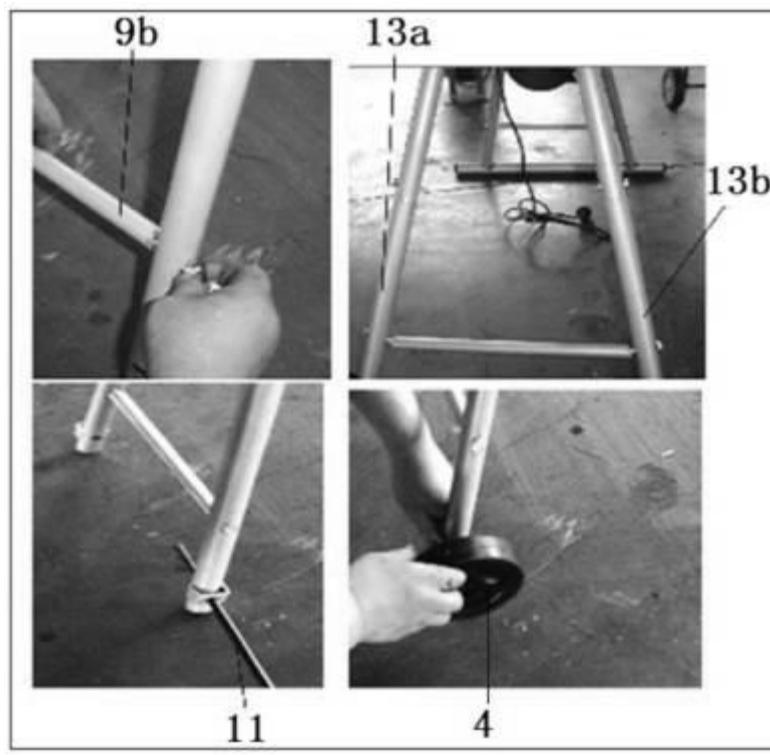

Imagen 5
- d) Ligue o eixo horizontal (9b) ao suporte traseiro (13a e 13b) com parafusos. Monte o eixo da roda (11) e as rodas com quatro anilhas de mola. Por fim, coloque as coberturas da roda (Imagen 5).